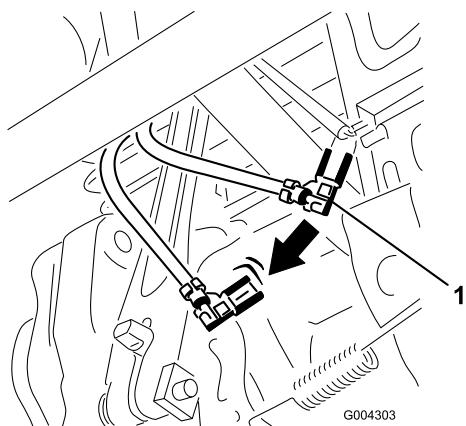

Figura 19
6. Scollegate il fermaglio del filo di terra verde sotto l'acceleratore (Figura 19).